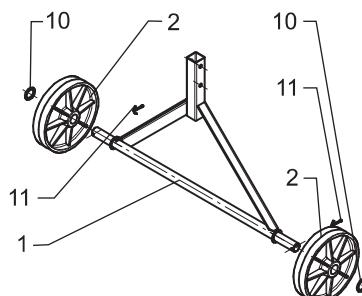

Рис. 4
1. Установите на оси колесной опоры поз. 1 (рис. 4) два колеса поз. 2 с двух сторон. Затем наденьте на ось шайбы поз. 10 и зафиксируйте с обеих сторон через отверстия шплинтами поз. 11. Расшплинтуйте их, используя плоскогубцы.